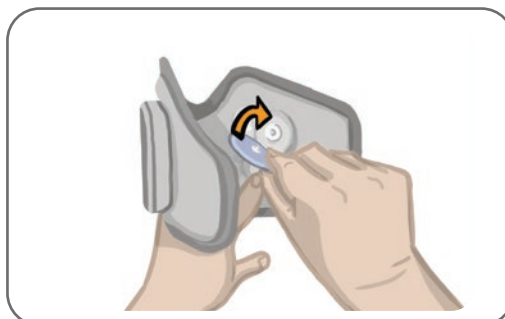

Ilustración 11-6: Sujeción de los Electrodo Round Cloth
6. Sujete los Electrodo Round Cloth a sus bases. Consulte la ilustración 11-6.